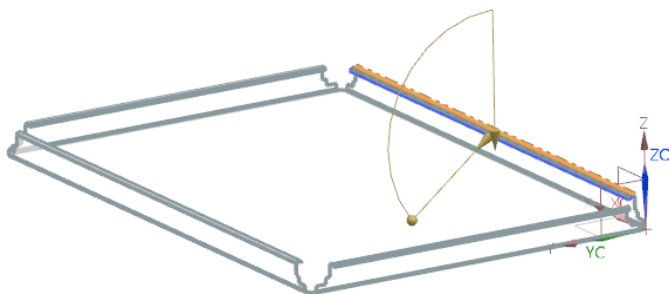

图 2-54 选择弯边
(8) 选择弯边, 同时在视图区预览显示所创建的弯边, 如图 2-54 所示。在“弯边”对话框中, 设置“宽度选项”为完整, “长度”为 6, “角度”为 128, “参考长度”为“外部”, “内嵌”为“材料外侧”, 在“折弯半径”文本框中输入 1.2, 在“折弯止裂口”和“拐角止裂口”下拉列表框中选择“无”。